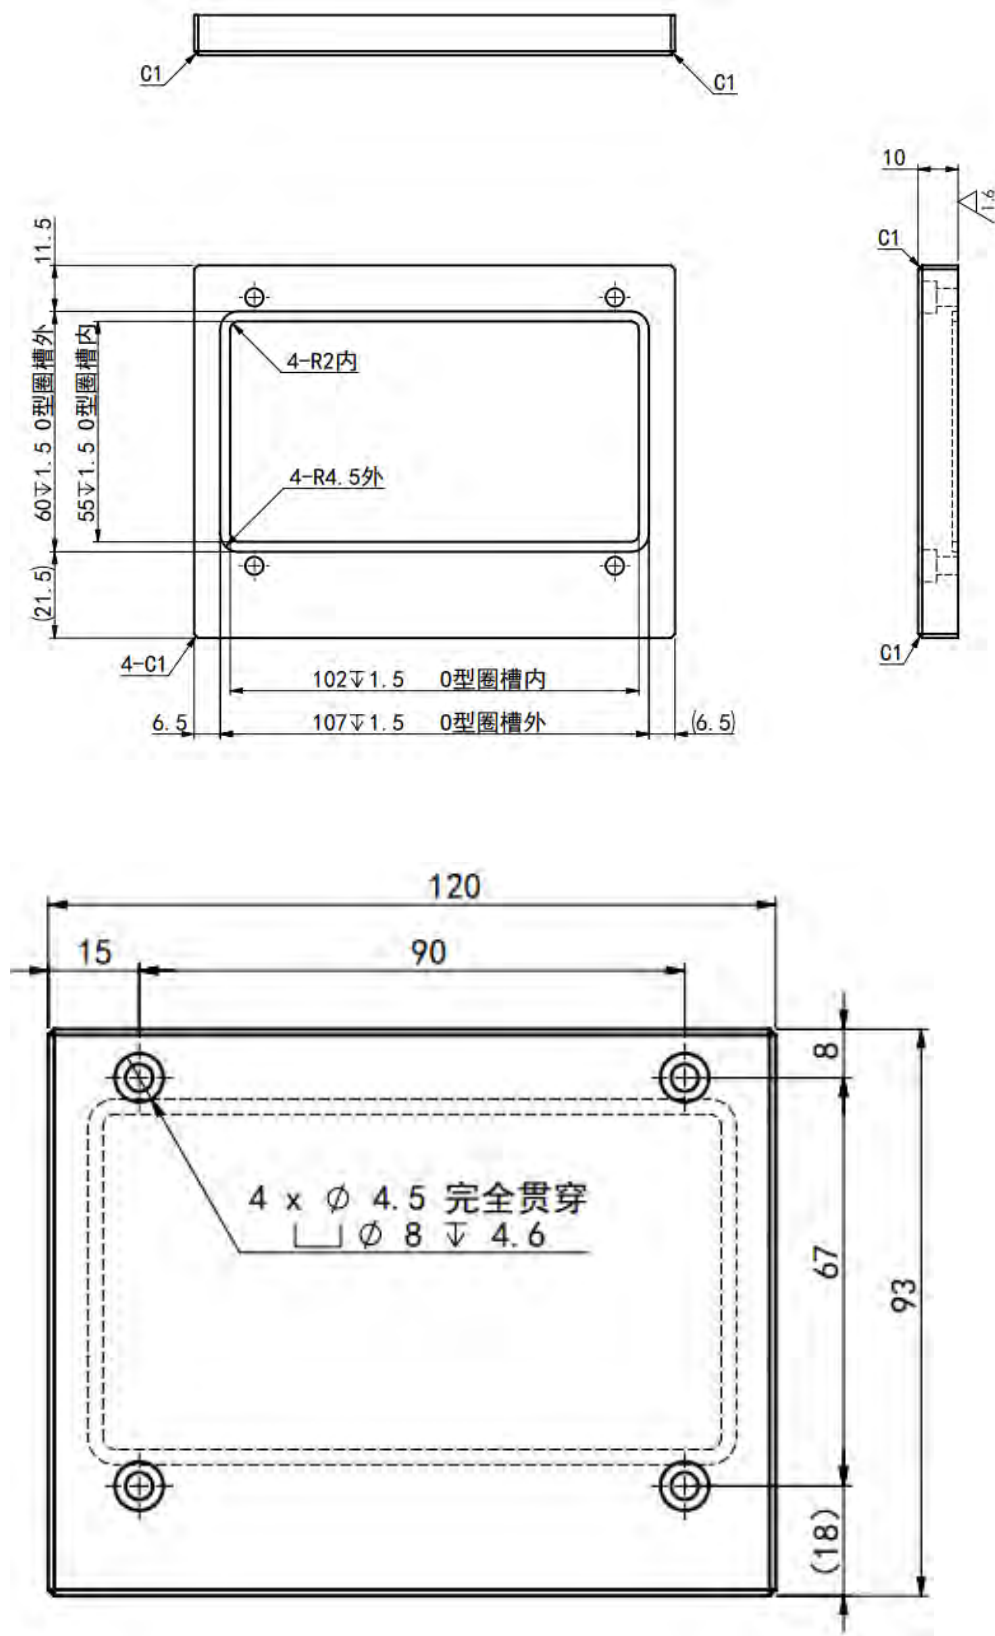

图 5 上封盖尺寸示意图
5、读数头安装板、读数头安装支架均采用 45#材质制造，需经调质处理，表面无锐边及毛刺。制造尺寸要求如图 5~6 所示。